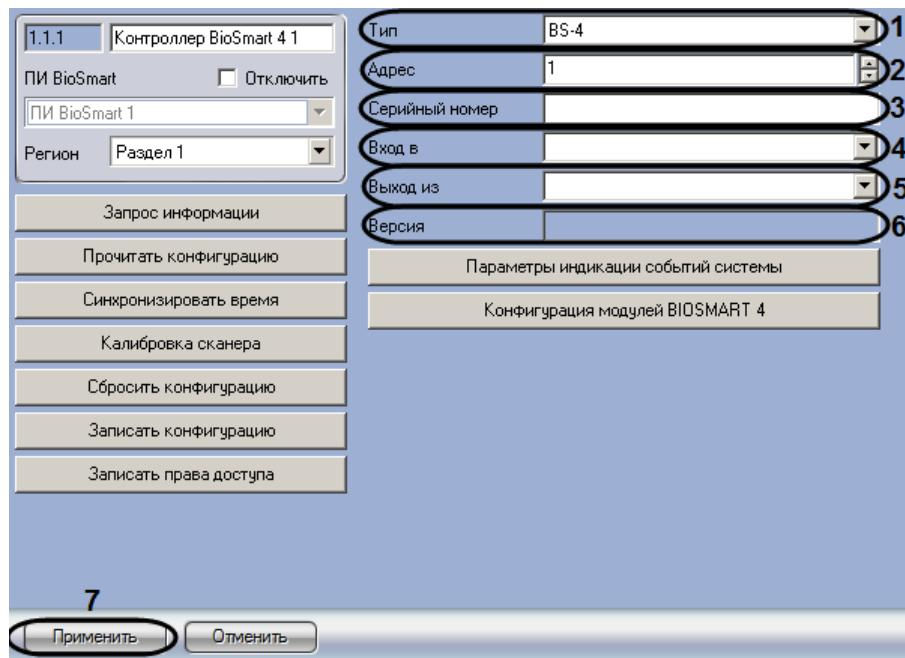

Рис. 3.5—2 Основная настройка контроллера BioSmart
- В раскрывающемся списке **Тип** установлено значение, заданное при построении дерева объектов СКУД *BioSmart* (см. раздел *Построение дерева объектов СКУД «BioSmart»*). В случае, если требуется изменить данное значение, необходимо из раскрывающегося списка **Тип** выбрать название модели подключенного контроллера (см. Рис. 3.5—2, 1).
- В поле **Адрес** установлен адрес устройства, считанный при построении дерева объектов (см. раздел *Построение дерева объектов СКУД «BioSmart»*). В случае, если требуется изменить данное значение, необходимо ввести аппаратный адрес контроллера в поле **Адрес** при помощи кнопок **вверх-вниз** (см. Рис. 3.5—2, 2).